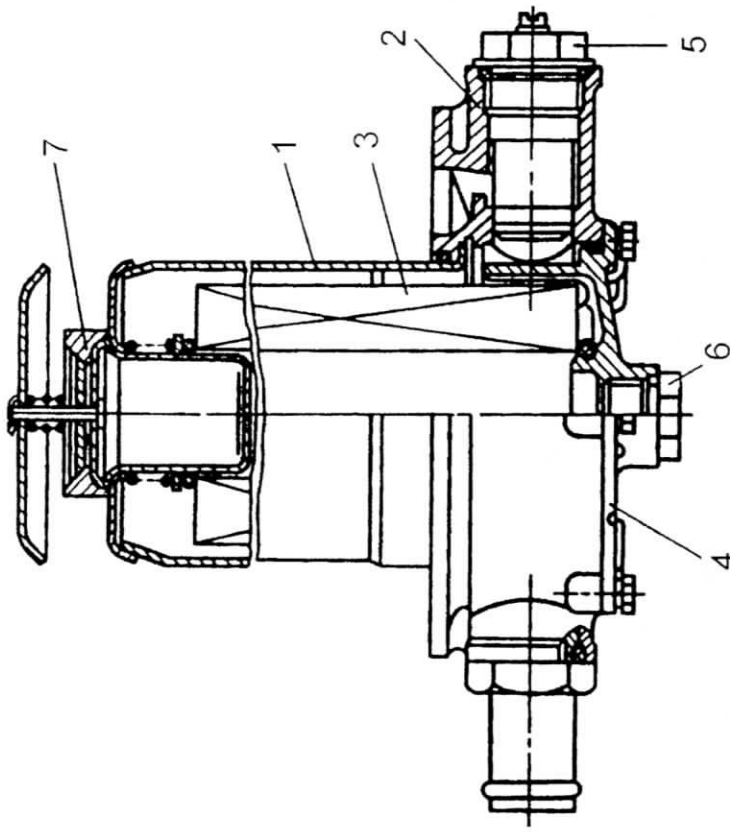

Рисунок 2.2 - Фильтр бака основной системы:
**Фильтр** (рисунок 2.2) обеспечивает тонкость фильтрации до 25 мкм. **Обратный клапан** предназначен для исключения вытекания масла из бака при замене фильтроэлемента.